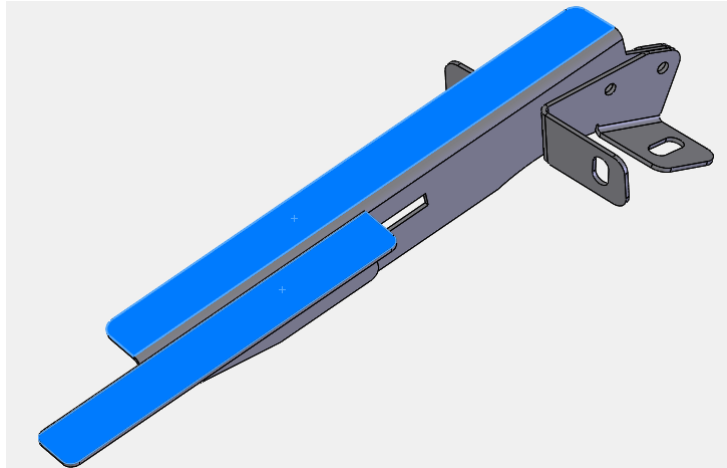

Figure 5 : Faces du support sur lesquelles appliquer du silicone
9. Appliquez une quantité généreuse de silicone sur la surface d'installation des supports extérieurs, comme illustré à la figure 5.